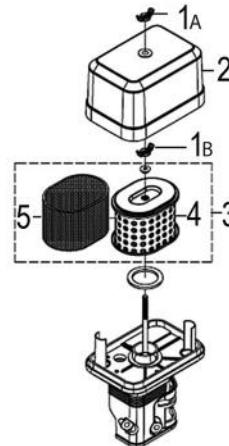

Рис. 15 Обслуживание воздушного фильтра
- Открутите барашковую гайку 1A и снимите крышку 2 воздушного фильтра (Рис. 15).
- Открутите барашковую гайку 1B и извлеките воздушный фильтр 3 в сборе (Рис. 15).
- Проверьте целостность и чистоту фильтрующих элементов. Поролоновый (предварительный) фильтрующий элемент 5 установлен на корпусе бумажного (основного) фильтрующего элемента 4 (Рис. 15).